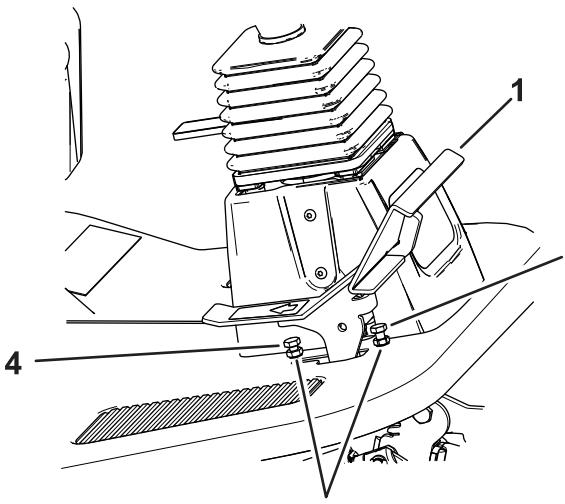

Figura 79
1. Pise el pedal de tracción a fondo (hacia adelante) (Figura 79).
- A. Usando una llave, sujeté el tope del pedal de tracción hacia adelante y afloje la contratuerca en la parte posterior del soporte (Figura 79).
- B. Mueva el pedal de tracción a la posición que desee (Figura 79).
tracción entre en contacto con el pedal de tracción (Figura 79).